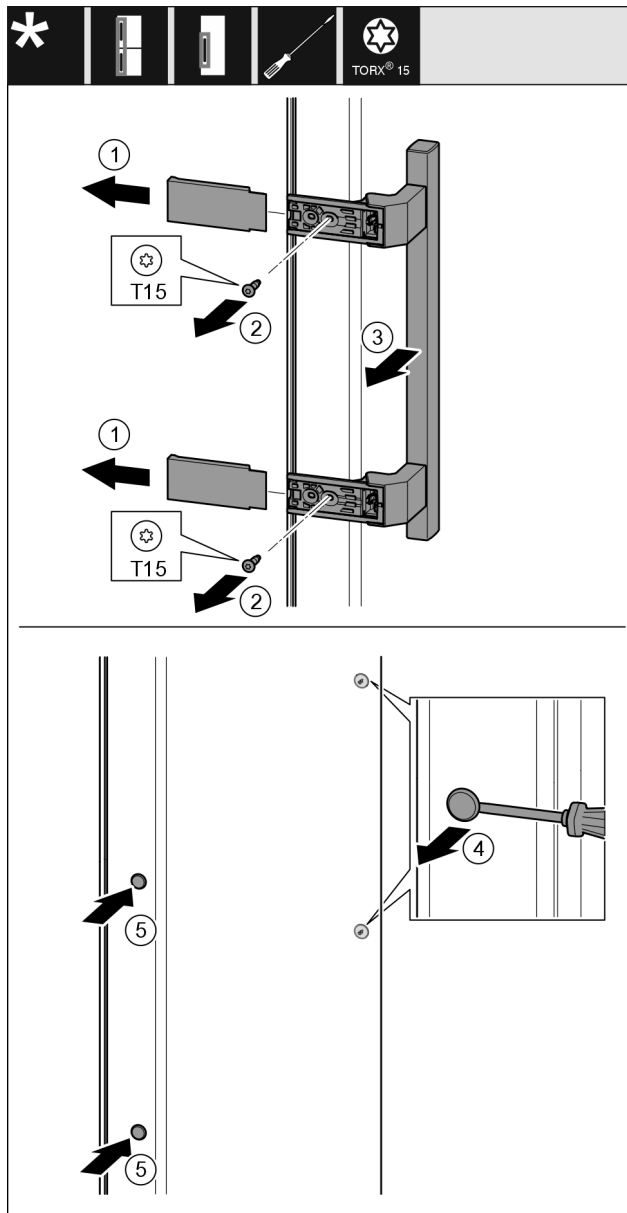

Fig. 24
- Hiqni kapakun mbulues Fig. 24 (1).
- Lironi vidat Fig. 24 (2) me një kaçavidë.
- Hiqni dorezën Fig. 24 (3).
- Ngrini lart me kujdes tapën anësore Fig. 24 (4) me një kaçavidë me kokë petë dhe nxirreni jashtë.
- Vendosni sërish tapën Fig. 24 (5) në anën tjetër.